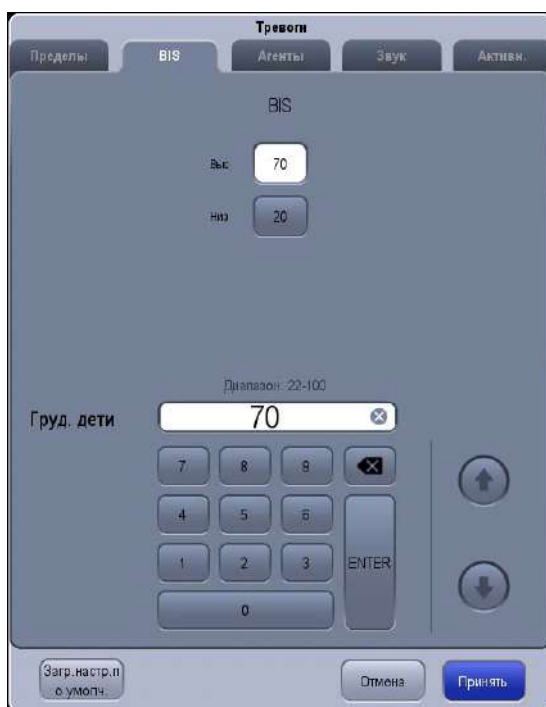

РИСУНОК 9-7 Предел тревог по BIS
2. Выберите вкладку **BIS** (См. рисунок 9-7).